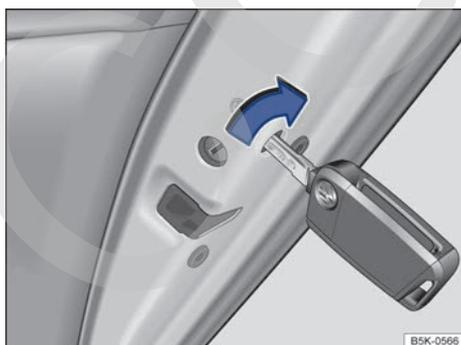

Fig. 67 En el frontal de la puerta trasera derecha: bloqueo de emergencia del vehículo con la llave de este.
- Introduzca el paletón de la llave en la ranura y gírelo → fig. 67.